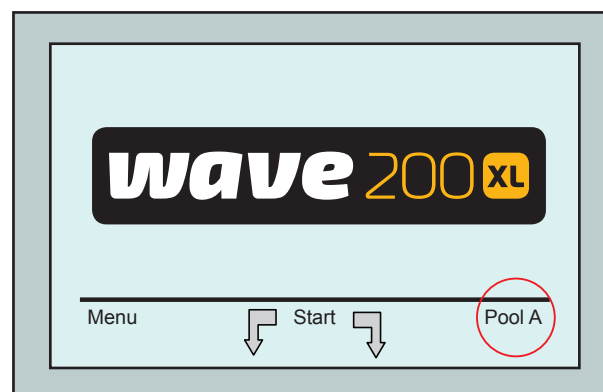

Figura 4: Schermata Wave che visualizza Piscina A (Pool A) come impostazione predefinita.
1. Andare alla schermata Wave. La Piscina A è visualizzata come l'impostazione attualmente definita, come visualizzato nella Figura 4.